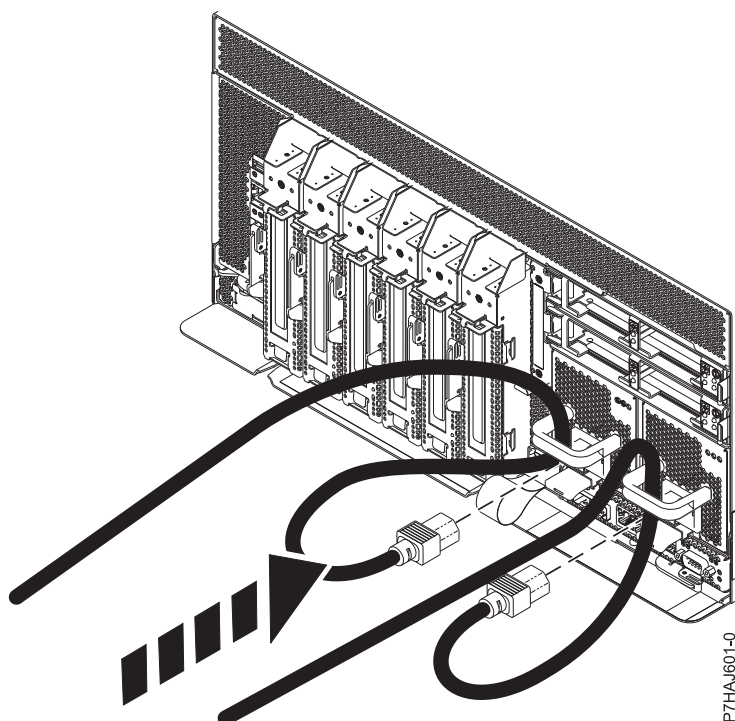

図 61. 電源コードの接続
2. 135 ページの図 61 に示すように、電源コードをシステム装置に再接続します。コードはハンドルを通して配線するようにしてください。